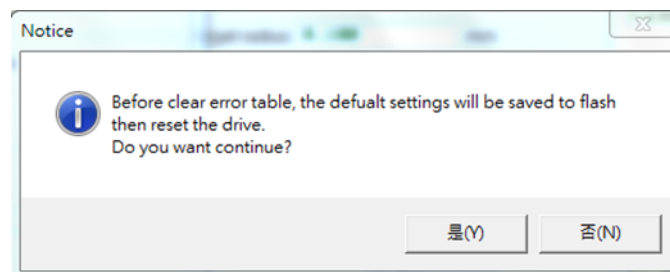

図 5.8.2.3
Lightening 0.186以降のバージョンの場合、HMIメインウィンドウの [Tools] メニューで [Set amplifier to factory default] を選択します。次に、図 5.8.2.2のウィンドウが表示され、ユーザーがアンプを工場出荷時のデフォルトに設定するかどうかを尋ねられます。Lighteningは、ドライバーパラメーターを工場出荷時の設定に戻すだけでなく、メインウィンドウ以外の他のウィンドウも閉じます。エラー安定を同時にクリアする必要がある場合は、「Clear error table in flash and reset drive」オプションをチェックしてください。「user.pdl」の内容を同時にクリアする必要がある場合は、「Clear user PDL」のオプションをチェックしてください。「Clear user PDL」オプションをチェックすると、図 5.8.2.4に示すように、プログラムは「Notice」ウィンドウを表示して、「user.pdl」がクリアされることをユーザーに通知します。「Yes (Y)」ボタンをクリックすると、プログラムは「Set amplifier to factory default」のウィンドウで選択した機能を実行します。ただし、「No (N)」ボタンをクリックすると、「Set amplifier to factory default」のウィンドウに戻り、ユーザーが実行